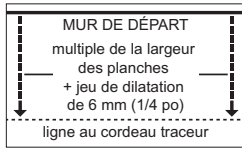

Figure 6
- A au moins deux endroits à 46 cm (18 po) du coin, mesurer une distance égale du mur de départ (Figure 6) et tracer une ligne droite à la craie. La mesure doit être un multiple de la largeur des planches, auquel on ajoute 95 mm (3/8 po) pour obtenir un jeu de dilatation de 6 mm (1/4 po) et la largeur de la languette. Prévoir un jeu de 13 mm (1/2 po) pour les planchers flottants. Passer à l'étape 3 : pose avec agrafes, par collage ou flottante (ci-dessous).